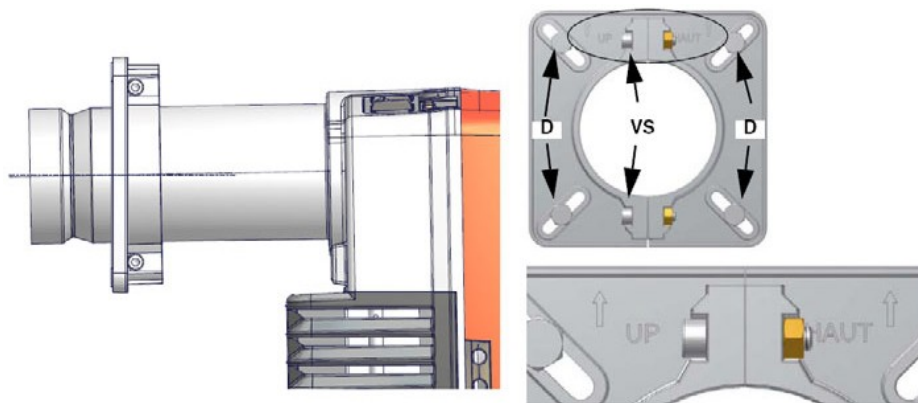

Fig. 2
Tracez une ligne verticale sur le diagramme du brûleur (zone de travail) (Fig. 2) en correspondance de la puissance du foyer et une ligne horizontale correspondant à la valeur de la contrepression d'intérêt.
- 4 selon la référence indiquée à la Fig. 2, fixer la bride aux goudons de la chaudière avec les écrous D, sans les serrer complètement;